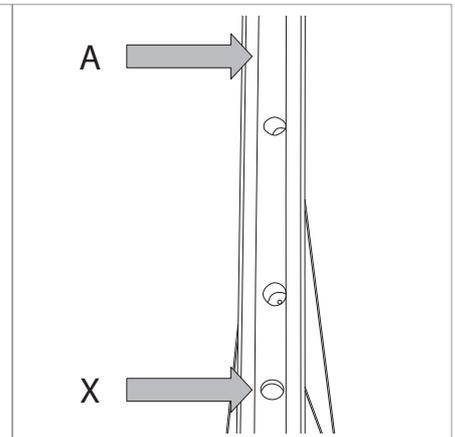

Fig.3
- El punto de inicio para colocar la cinta se encuentra entre el segundo y el tercer niple (A - Fig. 3), más allá del orificio de la válvula (X - Fig.3). Empezee a colocar la cinta desde A y proceda hacia el orificio de la válvula.